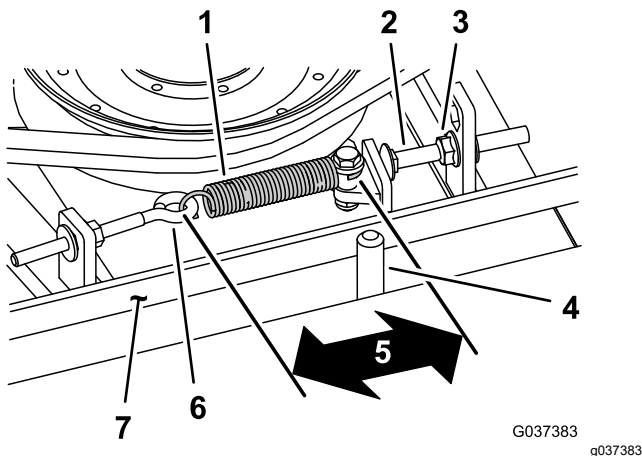

Bild 80
Bei richtiger Spannung sollte die Messung innen an der Verlängerungsfeder (Haken zu Haken) ungefähr $8,3 \text{ cm} \pm 9,5 \text{ cm}$ betragen. Wenn die Federspannung richtig ist, stellen Sie die Anschlagschraube (Schlossschraube) ein, bis der Abstand zwischen dem Schraubenkopf und dem Spannarm ungefähr 2-5 mm beträgt (Bild 80).
Hinweis: Achten Sie darauf, dass der Riemen auf der Federseite der Riemenführung positioniert ist (Bild 80).
2. Lösen Sie den Augenbolzen, um die Verlängerungsfeder abzunehmen (Bild 80).
3. Lösen Sie die Bundmutter, mit der die Anschlagschraube an der Befestigungsnase befestigt ist, und schieben Sie die Spannscheibe vom Riemen weg, um die Riemen Spannung zu lösen (Bild 80).
9. Setzen Sie die Verlängerungsfeder (Bild 80) wieder in den Augenbolzen ein und spannen Sie den Riemen wie folgt: